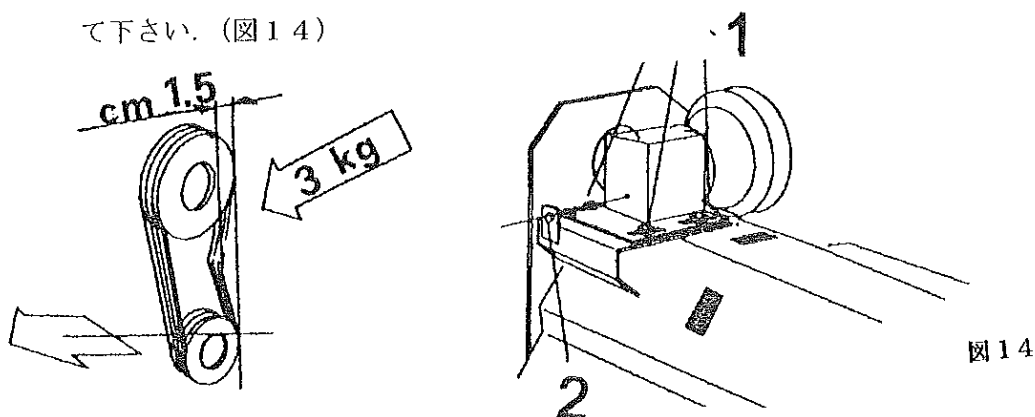

図14
- ベルトカバーを外し、ギヤボックスを固定しているボルトナット(1)を緩めます。ベルトのたるみが3 kg圧で押した時に1.5 cm以内になるように調整ボルト(2)で調整して下さい。(図14)